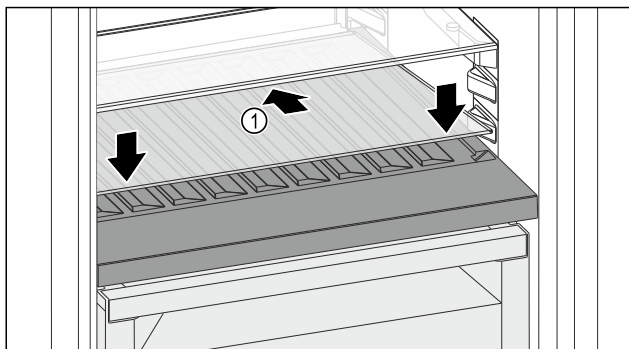

Fig. 111
- Indsæt glaspladen Fig. 111 (1) skråt nedad og bagtil.
- Sænk glaspladen Fig. 111 (1) foran.